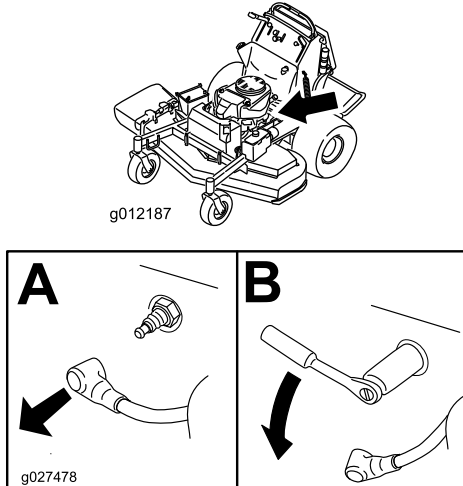

Figura 47
3. Retire la bujía, según se muestra en **Figura 47**.